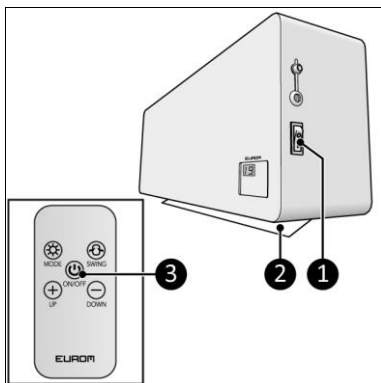

Figura 13
1. Puneți întrerupătorul ON/OFF (PORNIT/OPRIT) în poziția ON (PORNIT) (Figura 13, poz. 1).
3. Apăsăți butonul MODE (MOD) de pe dispozitiv (Figura 13, poz. 2) sau butonul ON/OFF (PORNIT/OPRIT) de pe telecomandă (Figura 13, poz. 3).
1. Apăsați butonul MODE (MOD) de pe dispozitiv (Figura 13, poz. 2) sau butonul ON/OFF (PORNIT/OPRIT) de pe telecomandă (Figura 13, poz. 3).